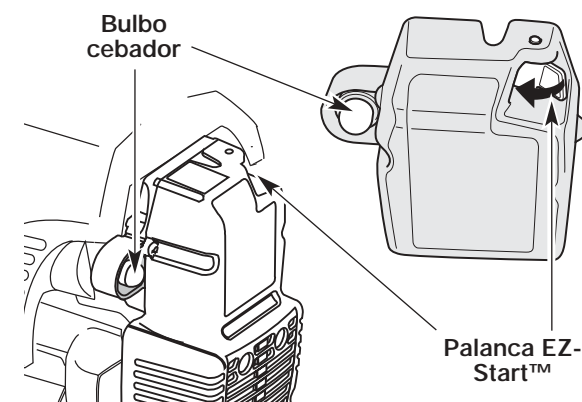

Fig. 11
4. **Empuje la Palanca azul de EZ-Start™ hacia la primera bombilla** hasta que haga un clic y quede trabada en su lugar (Fig. 11).